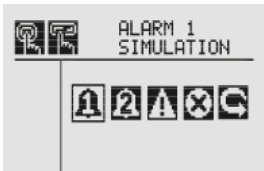

рис. 16. Меню сброса сигналов тревоги/сообщений об ошибках
2. На рис. 16 показаны варианты выбора в меню для моделирования Alarm 1 (Сигнал тревоги 1), Alarm 2 (Сигнал тревоги 2), Warning (Предупредительное сообщение) или Fault (Сообщение об ошибке). Нажатие значка с обратной стрелкой выведет на экран меню Alarms/Fault Reset (Сброс сигналов тревоги/сообщений об ошибках).